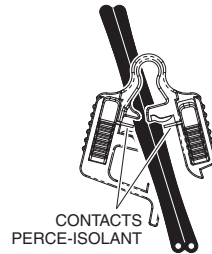

Figure 10
1. Ouvrir la section principale du connecteur (figure 10).